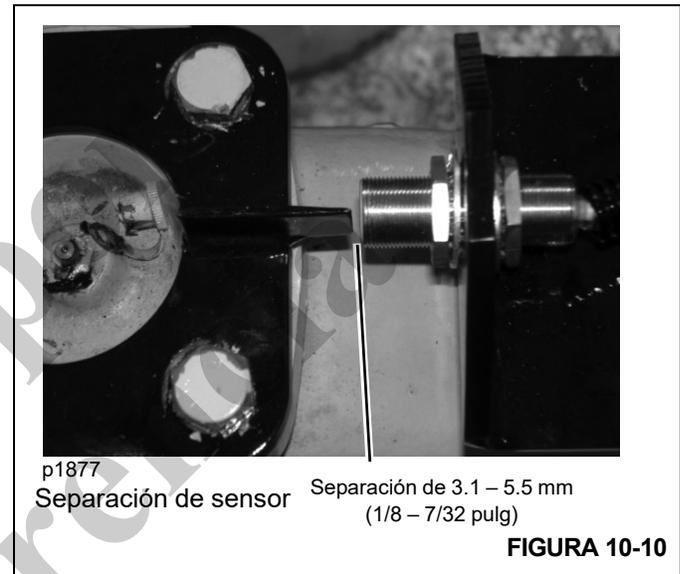

FIGURA 10-9
3. Usando un trozo de metal, páselo a una distancia de 3.2 mm (1/8 pulg) a 5.2 mm (7/32 pulg) delante del sensor. Se encenderá una luz amarilla (Figura 10-9), que indica que el sensor está funcionando.